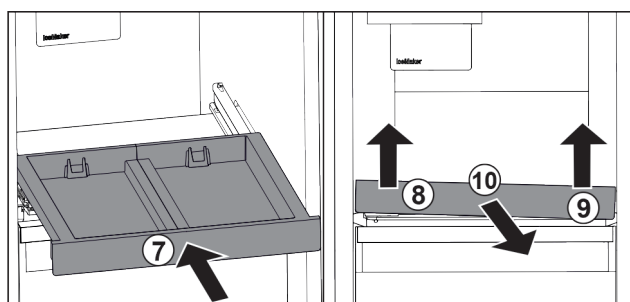

Fig. 43
- Skub udtrækshylden ind. Fig. 43 (7)
- Løft udtrækshylden foran i venstre side. Fig. 43 (8)
- Løft udtrækshylden foran i højre side. Fig. 43 (9)
- Tag udtrækshylden ud fremefter. Fig. 43 (10)